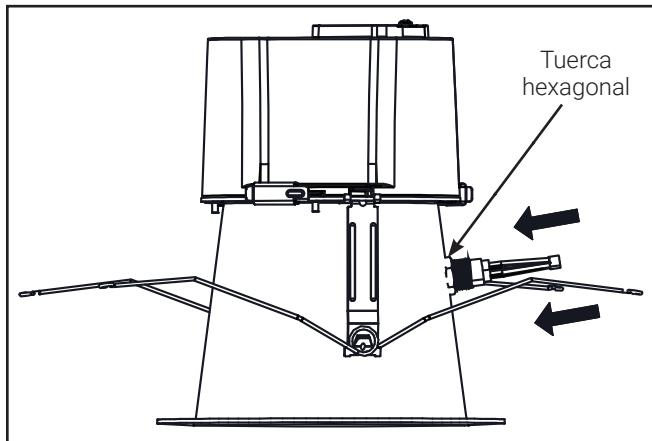

Figura 5.
3. Ajuste la tuerca hexagonal como se muestra en (Figura 5).